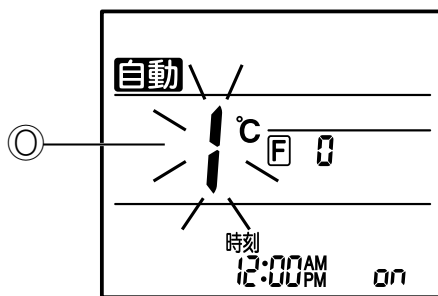

図5-1
2. **メニュー** ボタン⑫を押す。
●機能選択画面になり機能No.①が点滅します。(図5-1)
(図5-1)